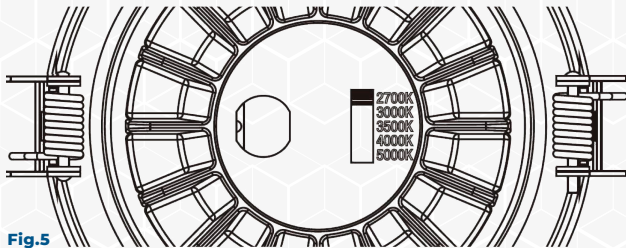

Fig.5
2. Sélectionnez la température de couleur (TK) désirée à l'aide du bouton situé à l'arrière du luminaire (pré réglée à 3000K - blanc chaud). (voir Fig.5)